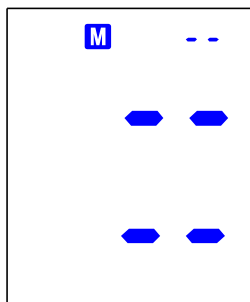
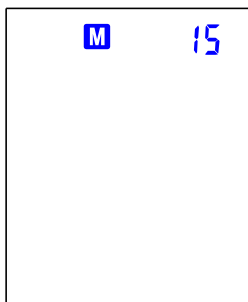

Рис. 7
Рис. 7-1
- a. Вы можете ознакомиться с зафиксированными в памяти прибора результатами, нажав на кнопку “MEM” после проведения измерения давления. Также можно вывести на дисплей эти показатели в момент, когда измеритель давления находится в режиме времени, опять же путем нажатия на кнопку “MEM”. Если в памяти нет никаких результатов, при нажатии на кнопку “MEM” или кнопку “START”, на ЖК-дисплее покажутся линии, как на Рис. 7 и прибор выключится. Если в памяти имеются данные с результатами измерения давления, на ЖК-дисплее отображается порядковый номер последнего измерения. См. Рис. 7-1.